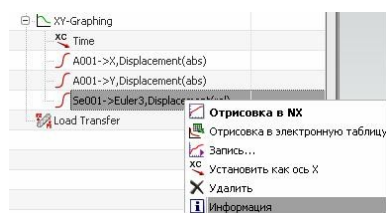

рис.72
- Как и в предыдущем случае можно узнать точные значения искомых величин с помощью команды *Информация* (рис.72). Как видно, начальный угол между маятником и основанием составляет 35 градусов (рис.73).